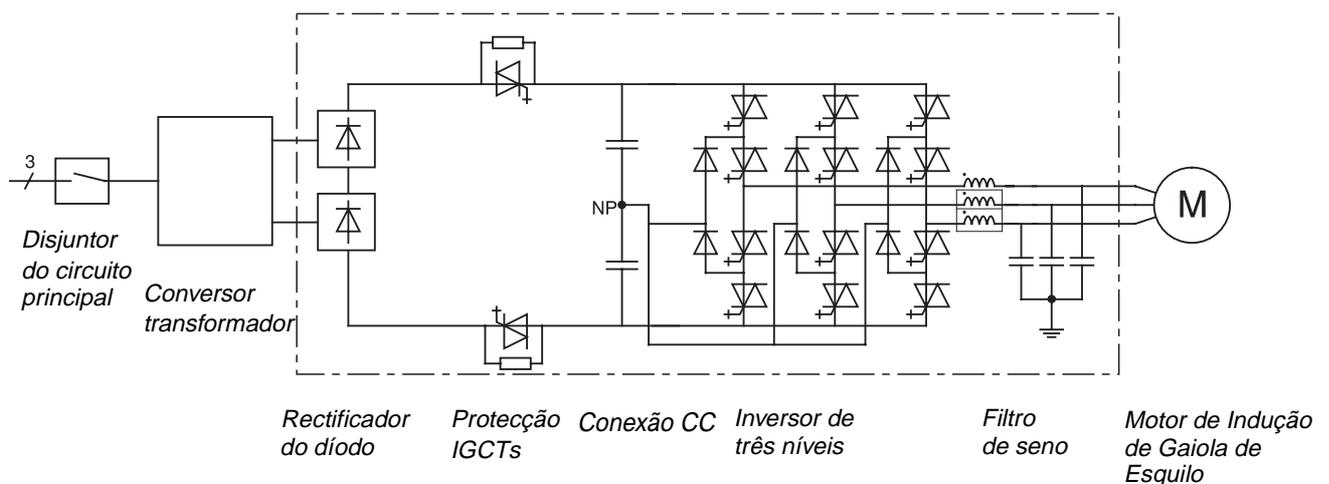

Figura 3-1 Diagrama elementar
*Circuito de Entrada* O ACS 1000 é equipado com uma ponte rectificadora de diodo de 12 impulsos (veja *Figura 3-1*) que é adequada à maioria das redes de alimentação e aos requerimentos harmónicos, conforme exigido pelos padrões da IEEE 519.
A voltagem da linha AC trifásica é fornecida às pontes rectificadoras através do transformador conversor de 3 sentidos (veja *Figura 3-1*). Para obter uma rectificação dos 12 impulsos, é necessária uma mudança de fase de 30° entre os dois rolamentos secundários do transformador. Portanto, um secundário é conectado a y e o outro e conectado a delta.
Correntes de modo comum do inversor podem ser limitadas com o obstruidor de modo comum opcional (não mostrado na *Figura 3-1*) e amortecidas com a resistência amortecedora de modo comum se os cabos secundários do transformador excederem um certo comprimento (para detalhes, veja *Apêndice A - Dados Técnicos*). O obstruidor de modo comum fornece uma reactância completa para as correntes de modo comum que passam através dos cabos secundários do transformador, conexão CC, filtro de saída e barra do terra interno do conversor. Para a corrente CC principal, o obstruidor não forma praticamente qualquer reactância e possibilita, assim, que a corrente principal passe sem distúrbios.
*Inversor* Obstruidores  $di/dt$  (não mostrados na *Figura 3-1*) são usados no inversor para proteger os díodos rotatórios livres do inversor das taxas excessivas de uma queda de corrente durante a comutação.